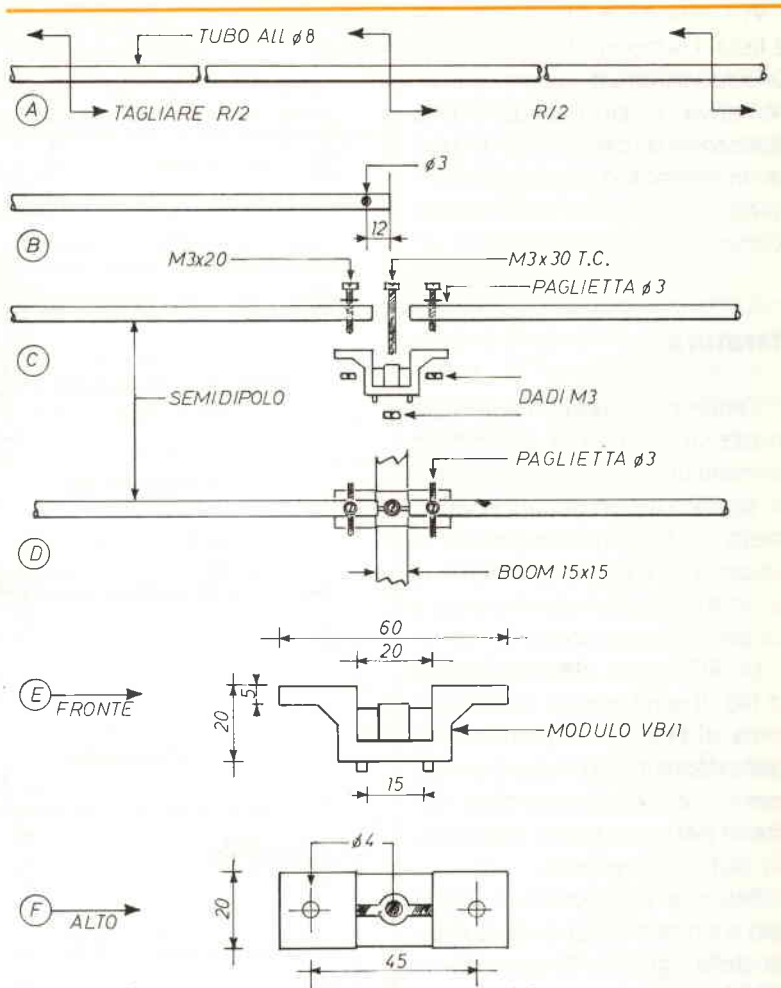

figura 2 - Assemblaggio dipolo attivo.
Il procedimento è schematizzato in fasi successive nella figura 2. È stato scelto il tubo di alluminio $\phi 8$ mm solo per motivi di resistenza.
N.B. A parte sono riportate le misure del supporto in plastica; figura 2/E/F. Tenere presente questi dati nel caso di soluzioni alternative.